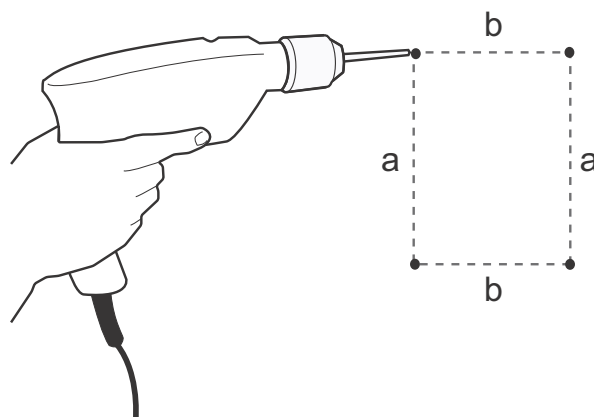

Abb. 5 Bohren der Montagelöcher in die Wand
1. Die Montagelöcher an der Wand mit Hilfe der Bohrschablone anzeichnen. Siehe Abb. 5.
2. Die Montagelöcher bohren. Siehe Abb. 5.